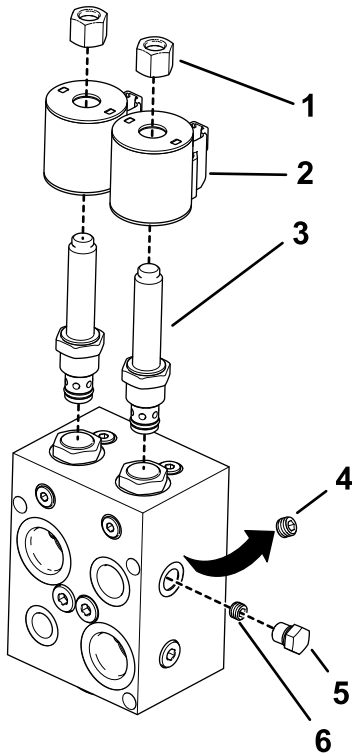

Figure 5
2. Montez les pièces adéquates sur le collecteur du diviseur de débit comme montré à la Figure 5.